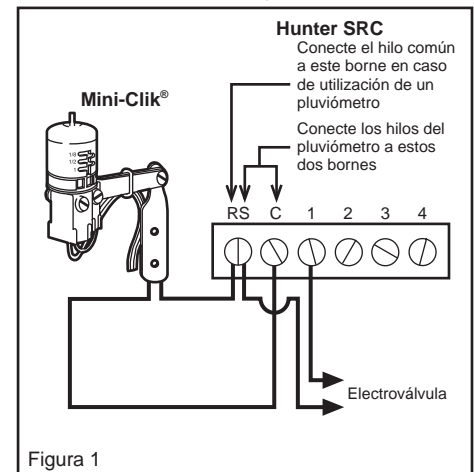

Figura 1
- Conecte un hilo al borne RS y el otro al borne C (ver Figura 1).